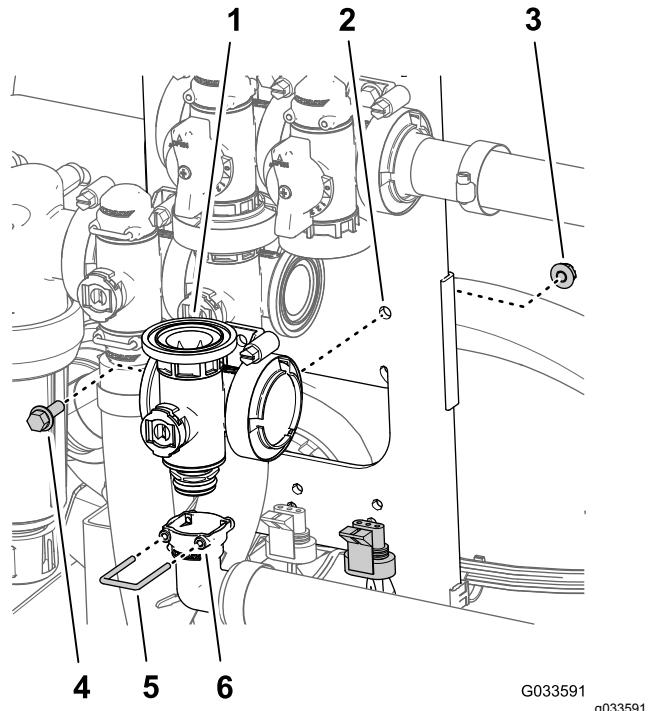

Figura 130
6. Prenda a união de saída da união inserindo um retentor na entrada da união de saída (Figura 130).
5. Alinhe a entrada da união de saída de 90° na união na parte inferior do coletor da válvula da rampa principal (Figura 130).